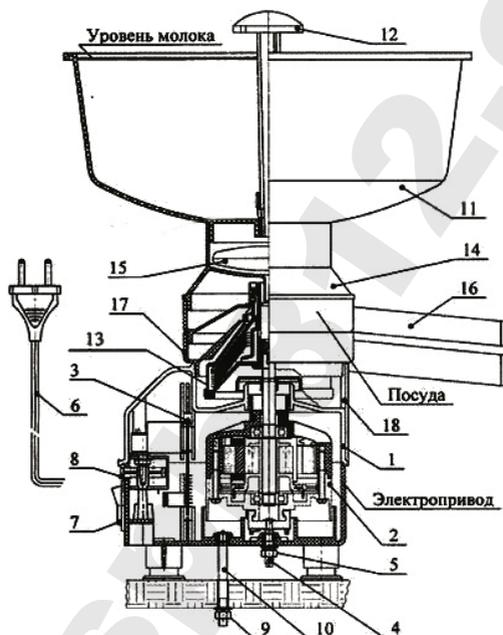
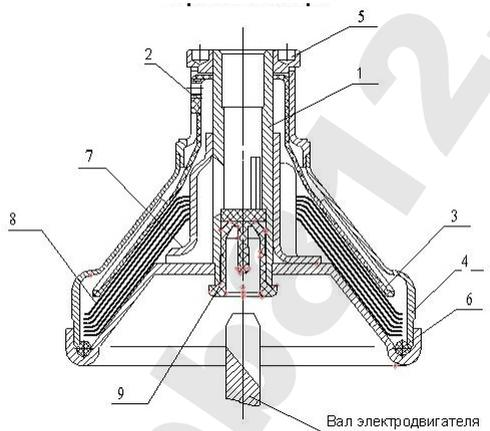

Рисунок 1 – Устройство сепаратора
Рисунок 2 - Барабан в сборе
5.2 Электропривод (рис. 1) представляет собой пластмассовый корпус 1, в котором на упругих опорах закреплён электродвигатель 2 с платой управления 3.
5.3 Посуда служит для осуществления подачи молока в барабан, вывода сливок и обрата после сепарирования. Посуда (рис.1) состоит из приёмника молока 11, крана 12, камеры поплавковой 14 с поплавком 15, приёмника сливок 16, приёмника обезжиренного молока (обрата) 17.
5.4 Барабан (рис.2) состоит из основания 1 с запрессованной в него втулкой 9, кольца уплотнительного 6, тарелкодержателя 7, пакета тарелок 8 (9 тарелок), тарелки разделительной 3 с регулировочным винтом 2, крышки барабана 4 и гайки 5.
6.2 Сборку барабана (рис.2) проводить в следующем порядке:
Ослабить гайку 5 (рис.1) и вращением винта регулировочного 4 установить требуемый для нормальной работы электросепаратора зазор не менее 3 мм и не более 4 мм между верхней кромкой конической части приемника сливок и центром винта регулировочного 2 (рис.2). Не нарушая положения, затянуть гайку 5 (рис.1). Затем установить камеру поплавокую 14 с поплавком 15, молокоприемник 11 с кран-ключом 12.
- вращением винта регулировочного 2 (рис.2). При ввертывании винта жирность сливок увеличивается, при вывертывании – уменьшается;
При пониженной жирности молока для увеличения жирности сливок рекомендуется уменьшить подачу молока краном 12 (рис.1).